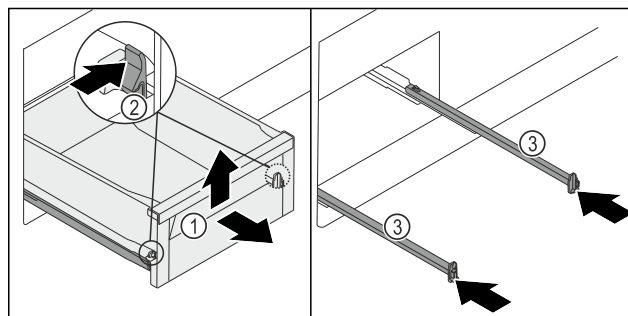

Fig. 124
- Sortir le tiroir Fig. 124 (1) jusqu'en butée.
- Appuyer simultanément sur les languettes Fig. 124 (2) situées à gauche et à droite.
- Le tiroir Fig. 124 (1) se détache des rails.
- Soulever l'avant du tiroir Fig. 124 (1).
- Retirer le tiroir Fig. 124 (1) par l'avant.
- Pousser les rails Fig. 124 (3).